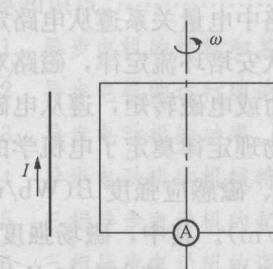

图 1-1
4. 一通直流电流 I 的长导线旁有一矩形线圈，如图 1-1 所示，在下列（ ）情况下线圈中会产生感应电流。